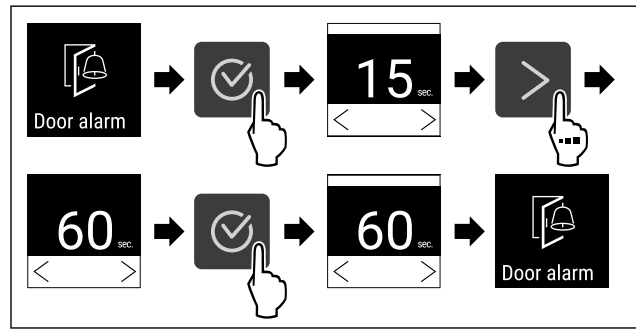

Fig. 117
- ▶ Kryeni hapat e veprimit (shihni Fig. 117).